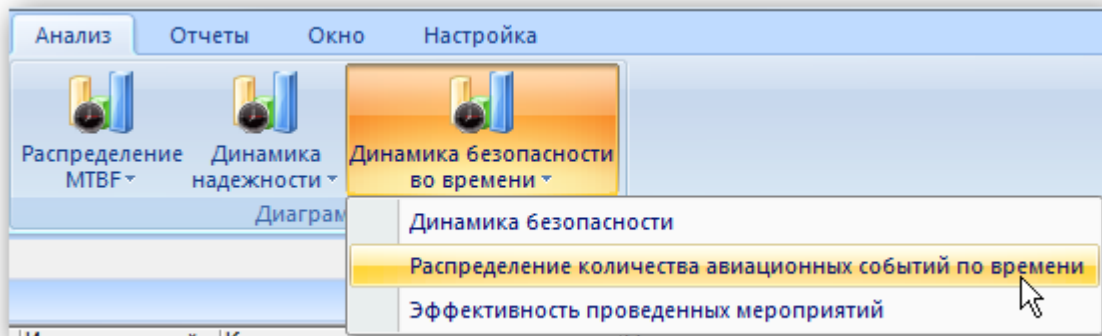

Рис. 13-443 – Выбор диаграммы по безопасности
3) Нажать кнопку «Динамика безопасности во времени» панели «Диаграммы» на вкладке «Анализ» и выбрать пункт «Распределение количества авиационных событий во времени» (рис. 13-443).